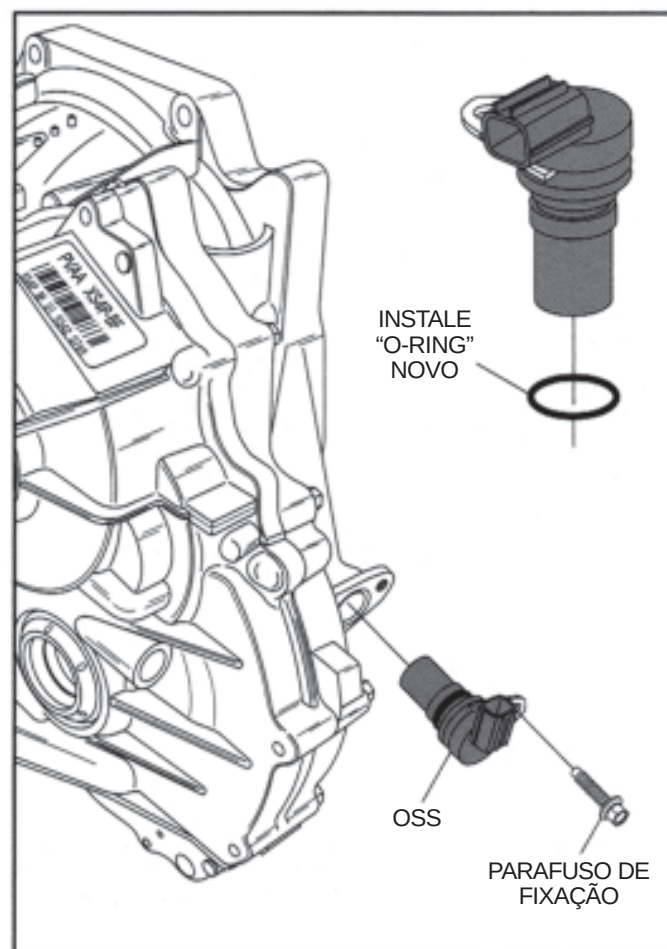

Figura 190
3. Instale no sensor de velocidade do eixo de saída (OSS) um novo "O-Ring", lubrifique com uma pequena quantidade de pasta de montagem e instale-o dentro da cavidade da carcaça, conforme ilustrado na Figura 190.
4. Instale o parafuso de fixação do sensor de velocidade e aperte com torque de 9 N-m (80 in.lb.) (Vide Figura 190).